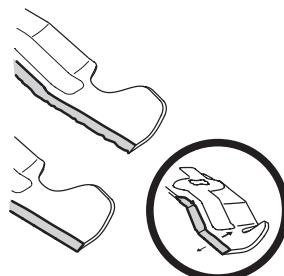

Figure 28
5. Pour aiguiser les lames, la même quantité de métal des deux extrémités des lames sur le côté tranchant. Aiguisez le bord tranchant sur toute sa longueur, parallèlement au bord arrière, soit à un angle de 25° à 30°. Voir Figure 28.